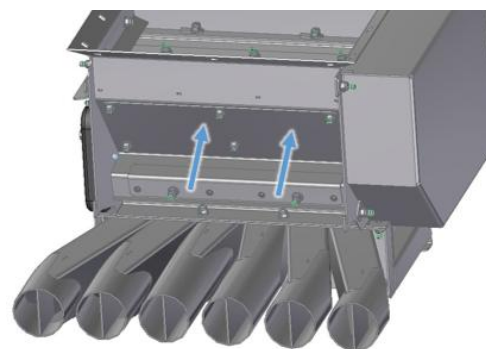

Figura 41
- Quando a placa de fixação é aparafusada novamente após o ajuste, ela pressiona ainda mais a vassoura contra o eixo de semeadura através dos parafusos com o acionamento TX25 (veja Figura 41).